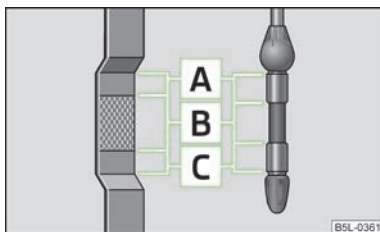

Fig. 119
A vareta de medição do nível de óleo indica o nível de óleo do motor » Fig. 119.
- O nível de óleo nunca deve estar acima da zona **A** » Fig. 119. Perigo de danificar o sistema de escape!